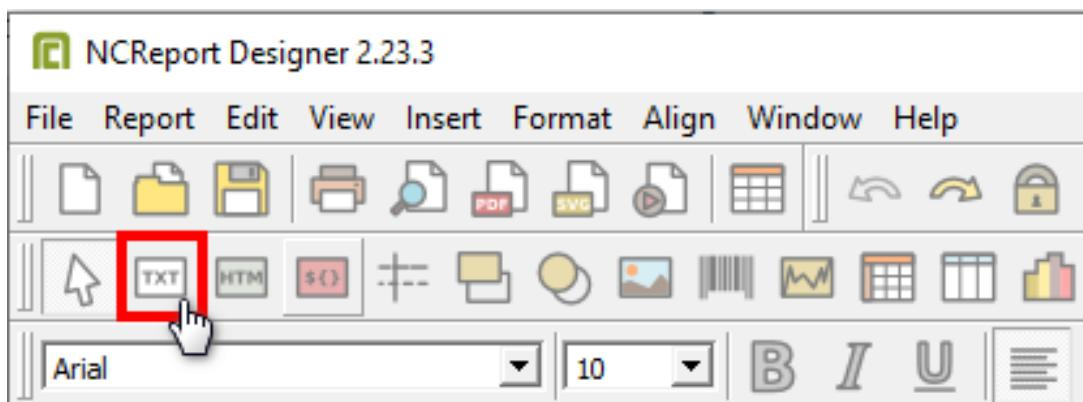

Рисунок 147 - Инструмент Label
- Выберите инструмент Label (Рисунок 147).